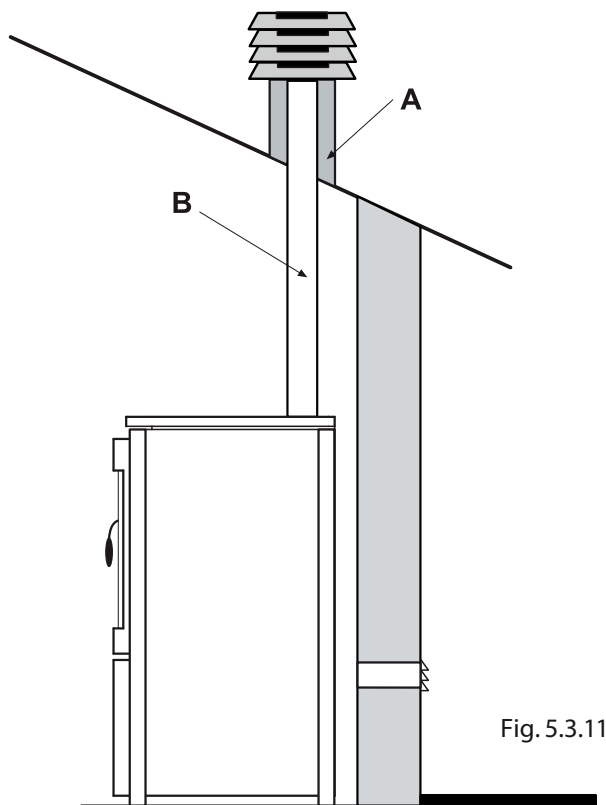

Fig. 5.3.11
det er nødvendig å "intubere" røykrør med et stålrør (med diameter avhengig av trasé) passende isolert (fig. 5.3.11).
- If the flue has a larger cross-section it is necessary to insert a steel pipe (with a diameter based on the path) which is properly insulated (Fig. 5.3.11)
- Bei einem Rauchfang mit größeren Innenmaßen muss ein dementsprechend isoliertes Stahlrohr (mit Durchmesser je nach Strecke) eingeführt werden (Abb. 5.3.11).